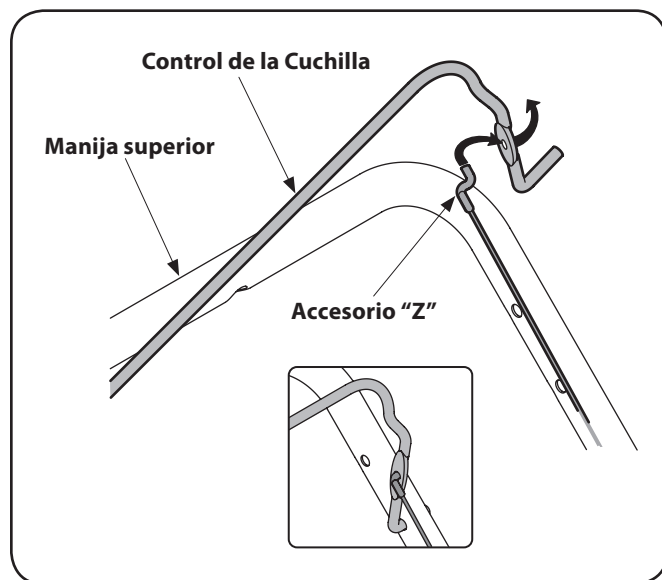

Figura 3-12
1. Para facilitar el acoplamiento del accesorio Z, quite temporariamente el lado izquierdo del control de la cuchilla como se muestra en Figura 3-12.
2. Enganche el extremo "Z" del cable de frenado en la manija, desde el interior hacia el exterior. Vea Figura 3-12.